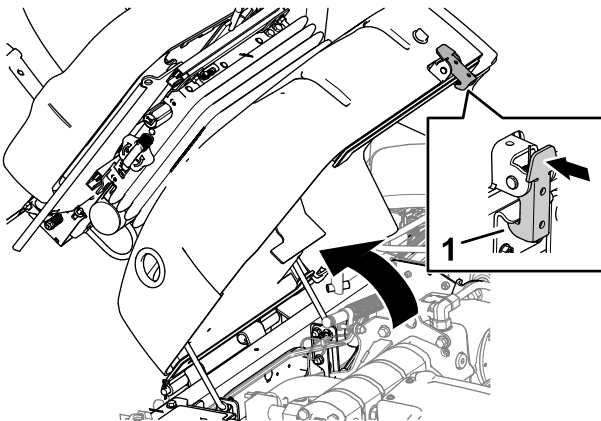

Figure 97
1. Déplacez le verrou du siège vers l'extérieur (Figure 97).